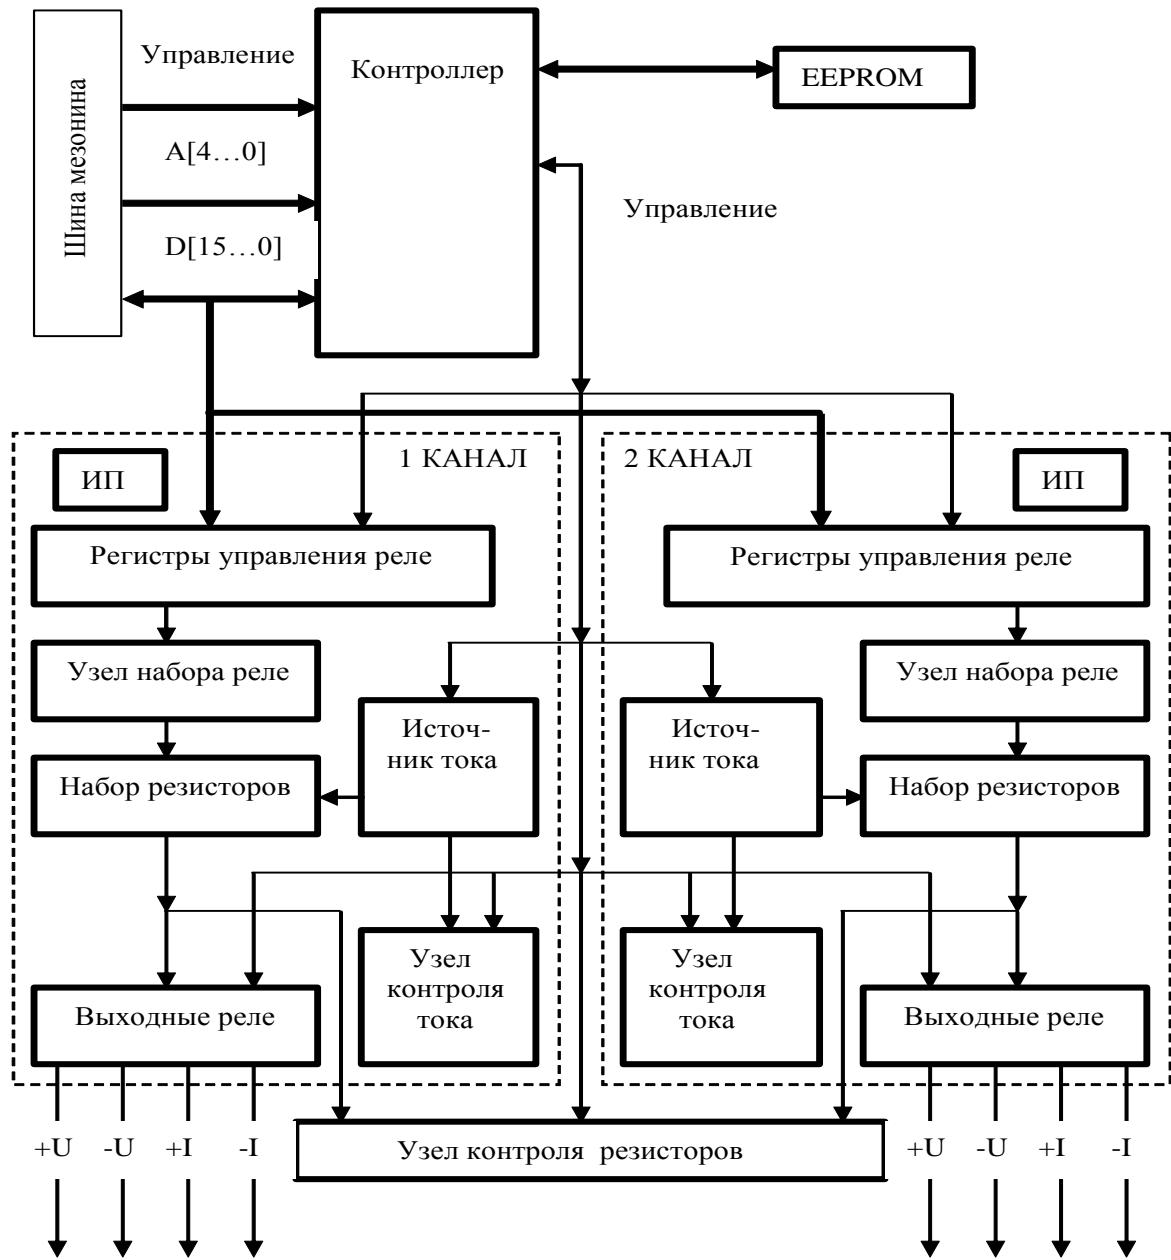

Рисунок 1 – Структура мезонина
1.3.1.1 Мезонин содержит следующие функциональные узлы (см. рисунок 1):